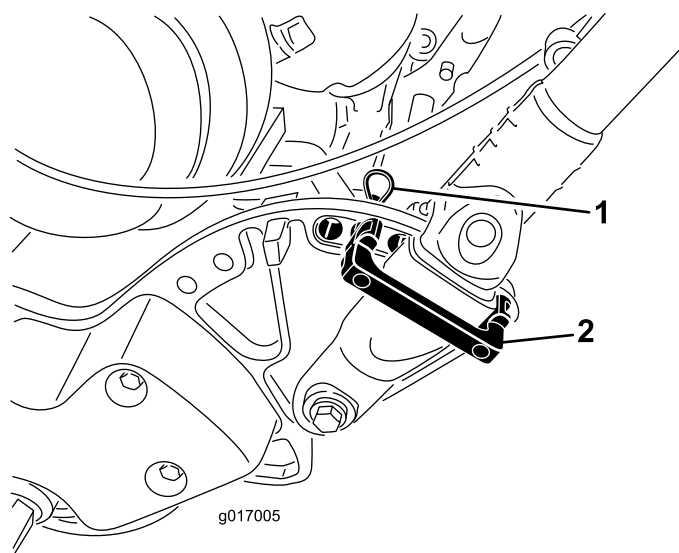

Figure 6
1. Soutenez le guidon et retirez les serre-câbles qui attachent les manchons de serrage du guidon aux plaques latérales (Figure 6).
2. Faites pivoter le guidon à la position d'utilisation voulue, placez une retenue sur le manchon de serrage du guidon et dans les trous correspondants de la plaque latérale (Figure 6).
3. Fixez la retenue avec une goupille fendue (Figure 6).